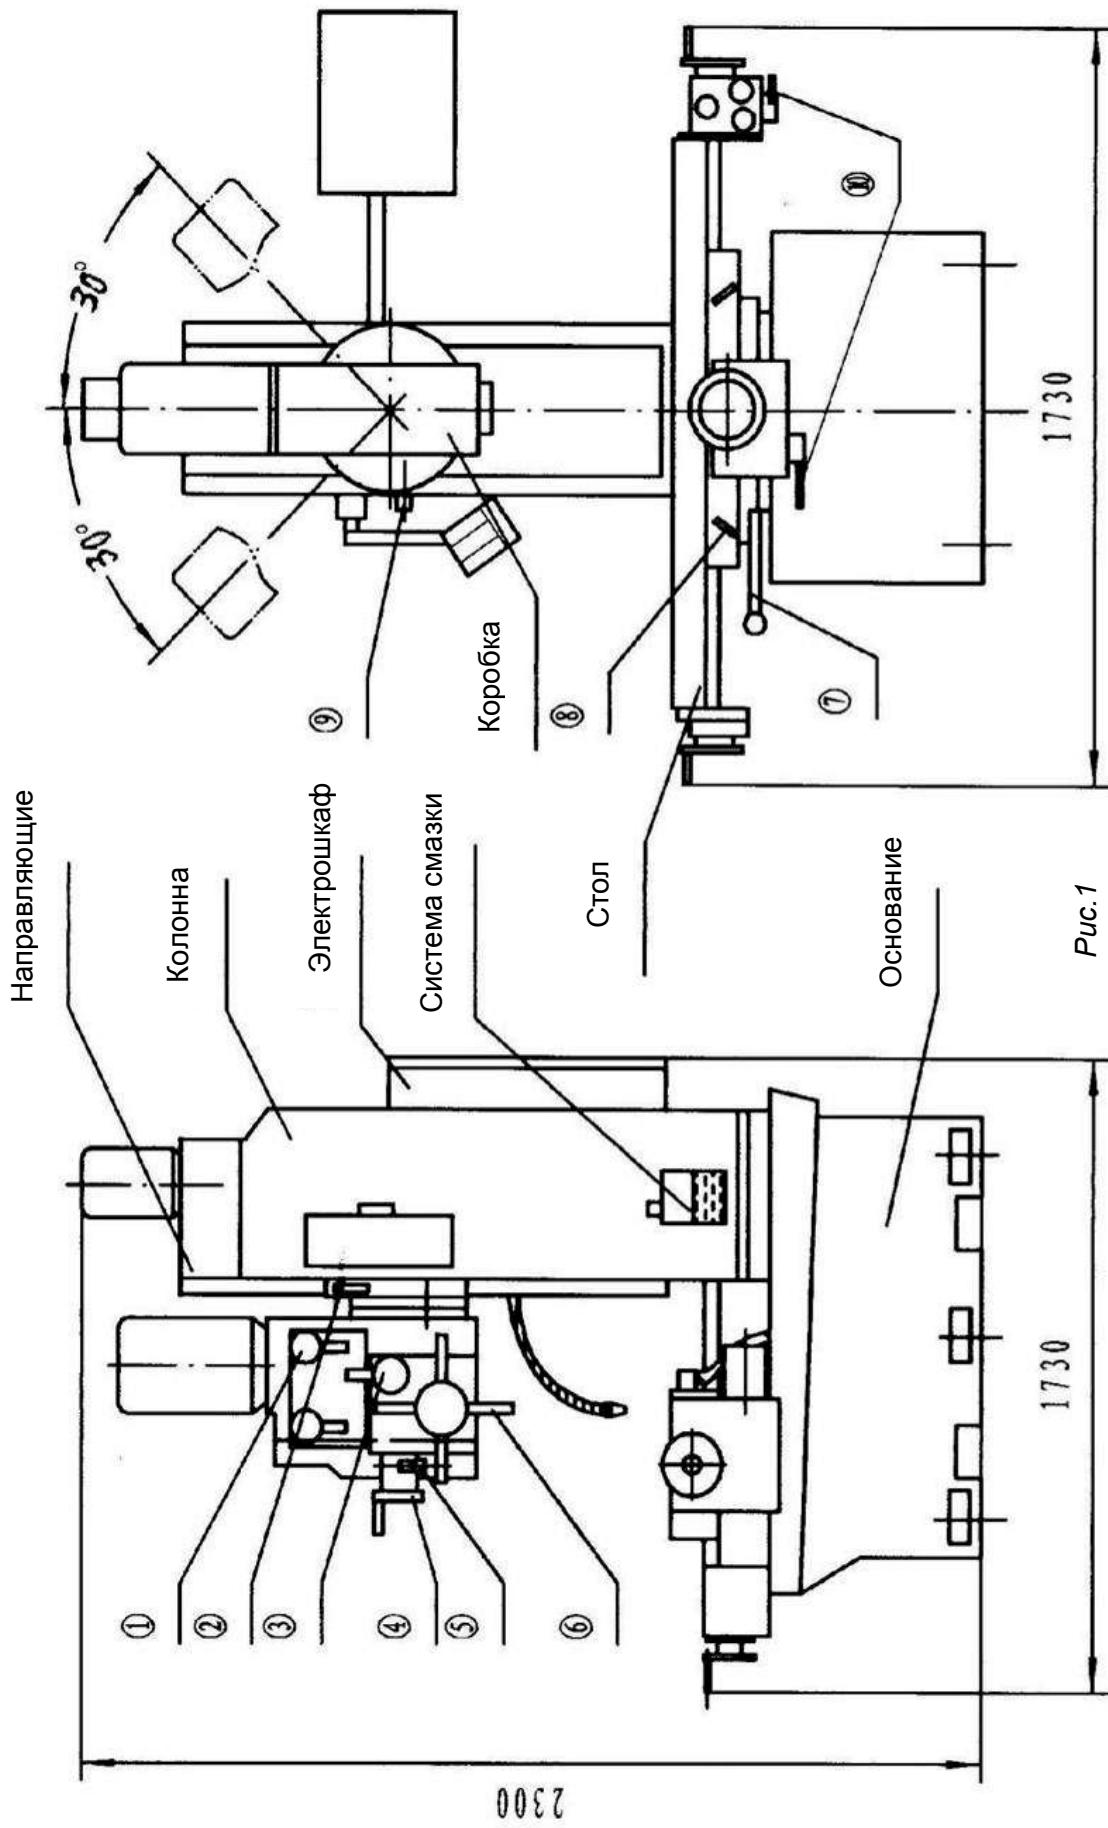

Рис. 1
3.1 Устройство станка: (См. Рис.1 на стр.7)
1) поверните рукоятку 5 (Рис.1) в горизонтальное положение
3) опустите немного вниз пиноль шпинделя, чтобы она отошла от концевого выключателя, слегка нажмите на кнопку SB5 (Рис.1) на рукоятке 6 (Рис.1), электромагнитная муфта будет включена, при этом загорится зеленый
4) Слегка нажмите на кнопку SB5 (Рис.1) на рукоятке 6 (Рис.1), электромагнитная муфта будет выключена, зеленый индикатор